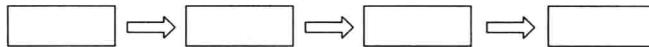

图 1.8 直流稳压电源组成方框图
- (1) 同学们举出生活中所认识(或你所遇到)的电源,如_____、_____、_____、_____等。其中,_____属于交流电源;_____属于直流电源。
(2) 如何将交流电转化为直流电呢?
(3) 交流电转化为直流的过程,填写图 1.8 所示方框图。